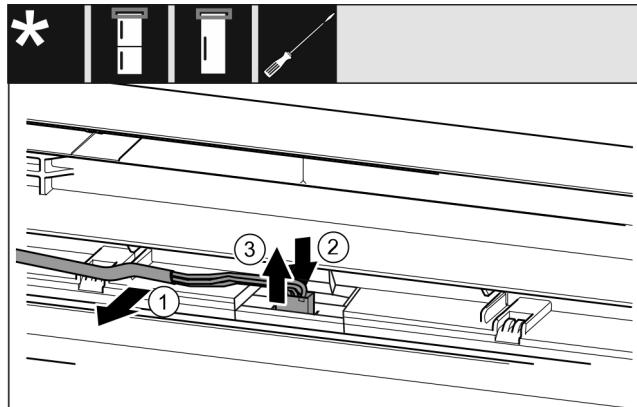

Fig. 21 制冷/冷冻组合/冰柜/冰箱
- ▶ 将电缆 Fig. 21 (1)小心地从门内的导向装置上松开。\*
- ▶ 向后按住插头后方的接片 Fig. 21 (2)。\*
- ▶ 小心地向上拉出插头 Fig. 21 (3)。\*